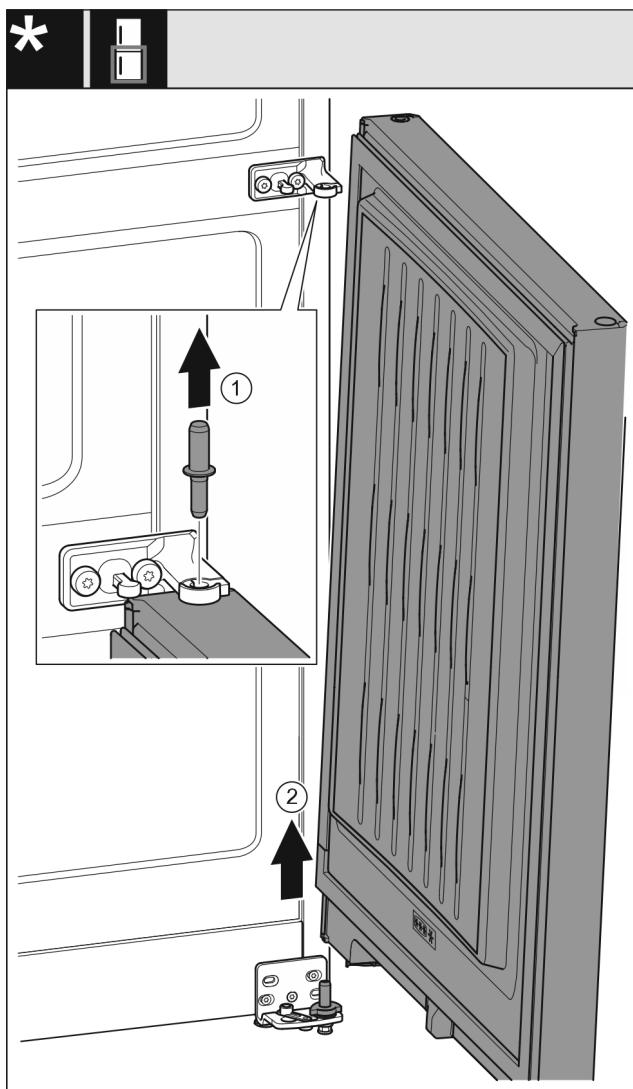

Fig. 8
- Nxirri jashtë bulonin duke e ngritur lart. Fig. 8 (1)
- Anoni paksa derën për ta ngritur, tërhiqeni lart dhe lëreni mënjanë. Fig. 8 (2)